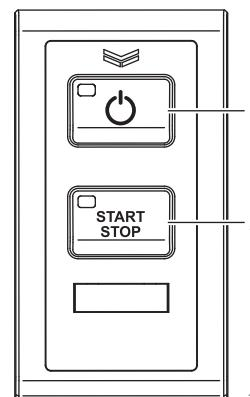

Figura 35
4. Prima o interruptor de energia no painel de interruptores da estação seleccionada (**Figura 35**, (1)).
9. Prima o botão ARRANCAR/PARAR motor (**Figura 35, (2)**) e ligue o motor de arranque.